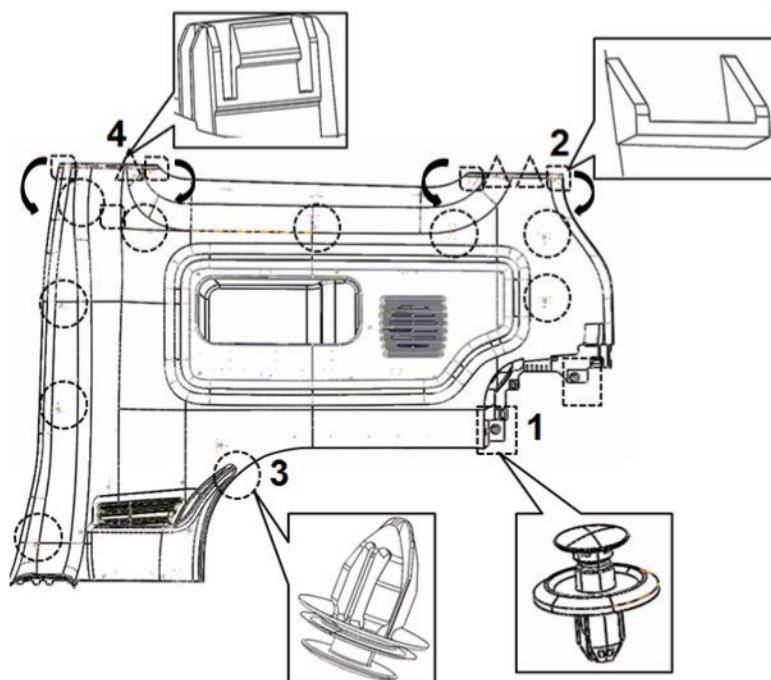

图1-17-9后侧围护板的拆卸
- (1) 使用缠有保护胶带的一字螺丝刀在图1-17-9后侧围护板拆卸所示的子母扣处，撬起子母扣，共2个。
- (3) 使用缠有保护胶带的一字螺丝刀在图1-17-9右后侧围护板拆卸所示的卡扣处沿与钣金垂直的方向把塑料卡扣紧固点从钣金分离，共10个。
- (4) 沿着钣金垂直方向拉后侧围护板，使卡脚脱出，即可取下后侧围护板
- (5) 按照与拆卸相反的顺序进行安装：